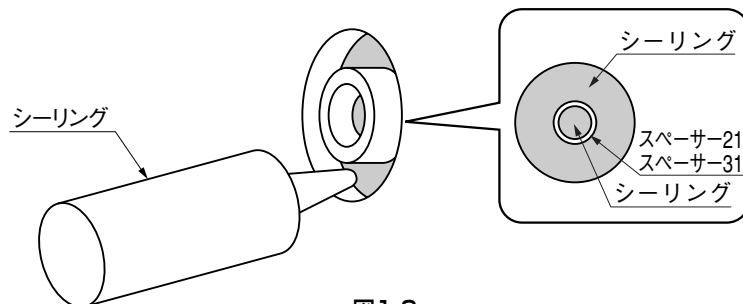

図1-6
- ④ スペーサーパッキンを埋めるようにしてシーリングをしてください。（図1-6参照）